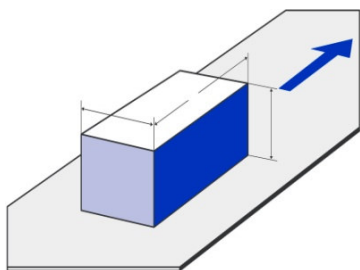
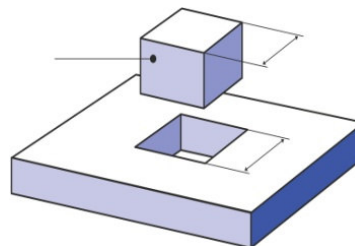

Figura 1
Figura 2
- a) Tomar con ambas manos una caja que se desliza por una cinta transportadora (distancia de la posición aproximada de la caja a las manos 53cm) (figura 1), trasladarla por un espacio de 20cm y colocarla en un orificio con un huelgo de 1mm por lado (figura 2). La caja pesa 3kg.